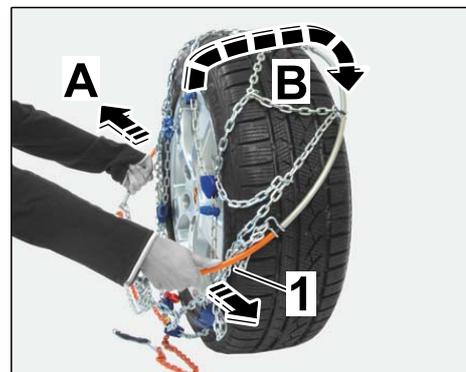

Figure 5
2.1.3 Écarter les extrémités de l'étrier à ressort en acier au maximum (⇒ *Figure 5 -A-*).
Guider la chaîne à neige sur la roue par le haut (⇒ *Figure 5 -B-*).